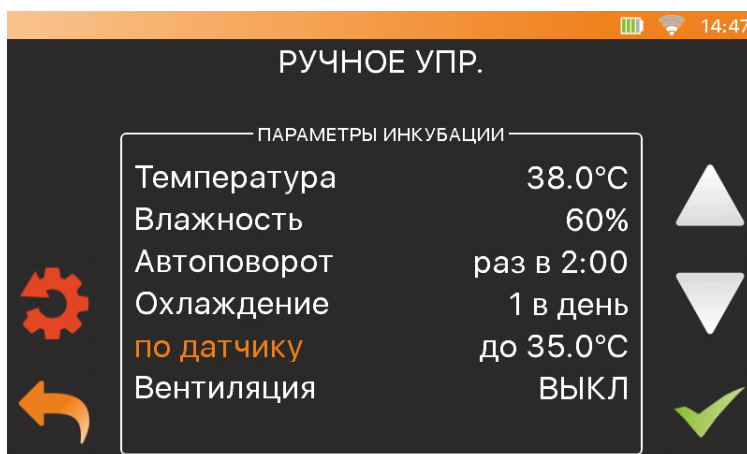

Рисунок 5.8 – Охлаждение по датчику темп. яйца
2. По Датчику температуры яйца – выбирается необходимая температура яйца, при достижении которой, охлаждение закончится (Рис.5.8).